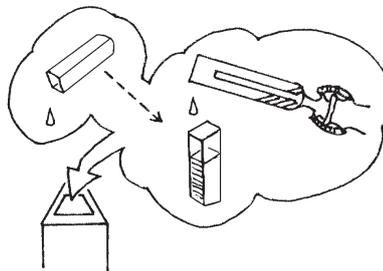

図2
2. 純水を捨て、全シアン検定器で蒸留・発色させて25mL に調整した捕集液をセルに入れ、セルホルダーにセットする。(図2)